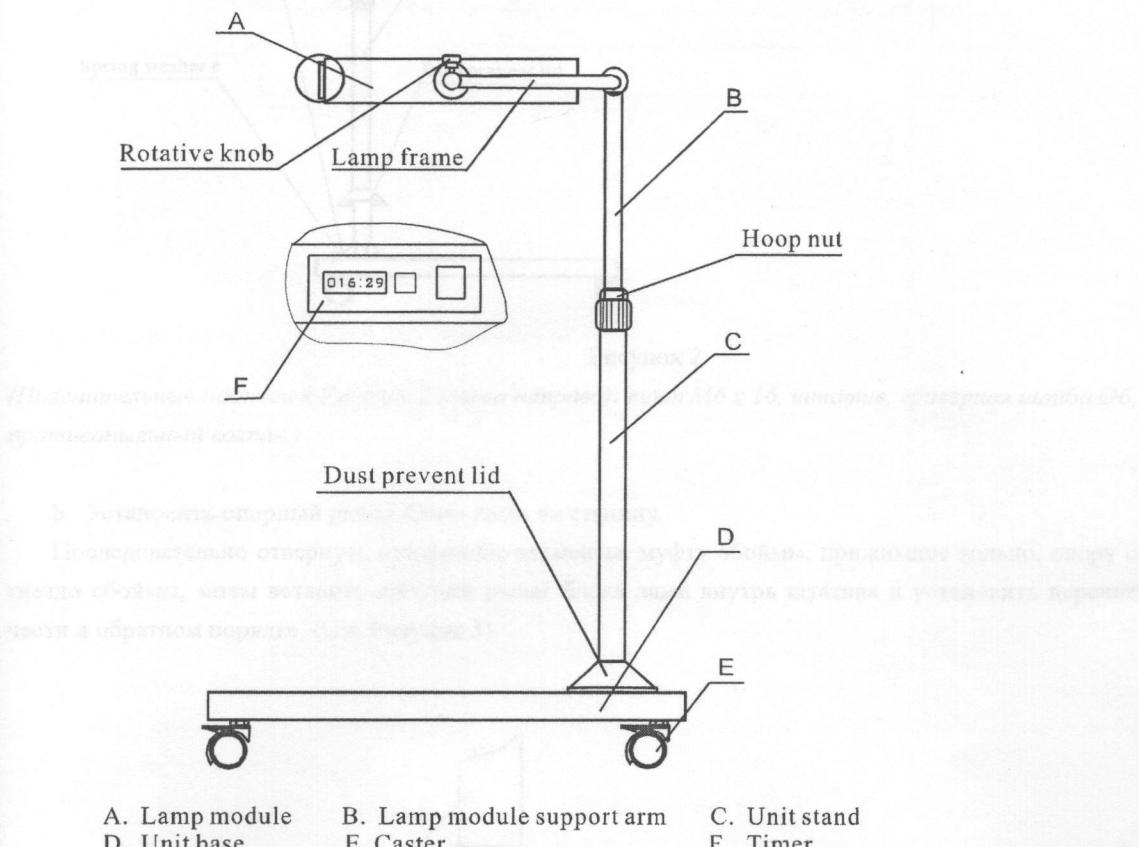

Figure 1
- a. Установка в собранном виде. (См. Рисунок 1)